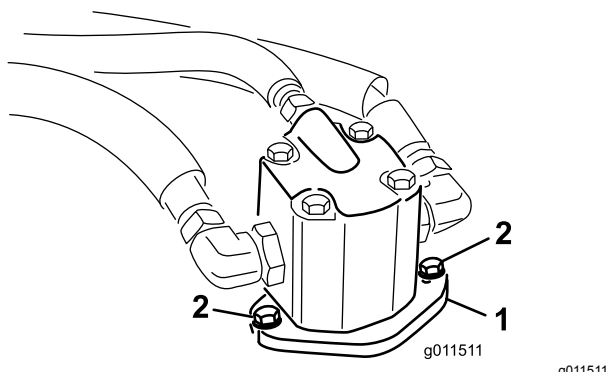

Figura 95
4. Retire los pernos que sujetan el motor hidráulico a la carcasa de corte (Figura 95).